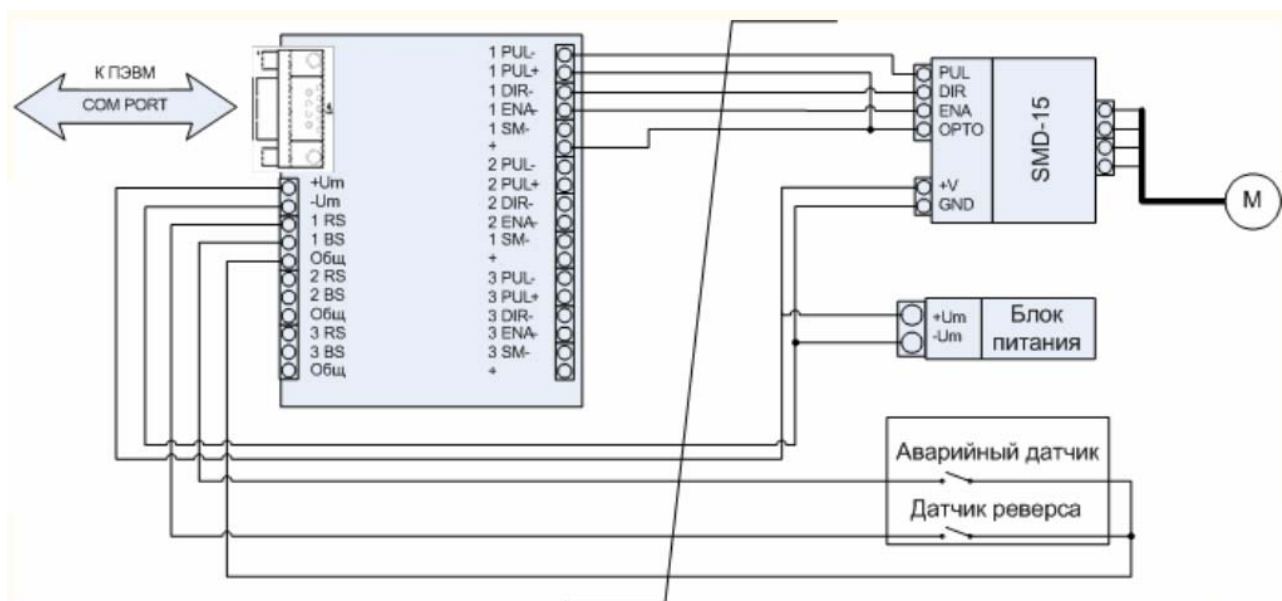

Рис. 2 - схема подключения устройства к драйверу SMD-15
Схема подключения устройства к приводам различных типов приведена на Рис. 2 - 4. Во всех случаях выходная линия PUL+ должна соединяться с линией питания входов драйвера "+", на стороне драйвера. Линии PUL+ и PUL- должны идти в одной, желательно витой, паре проводов соединительного кабеля.
2. Выполните соединение устройства с драйвером, датчиками и блоком питания согласно монтажным схемам рис.2 – 4.